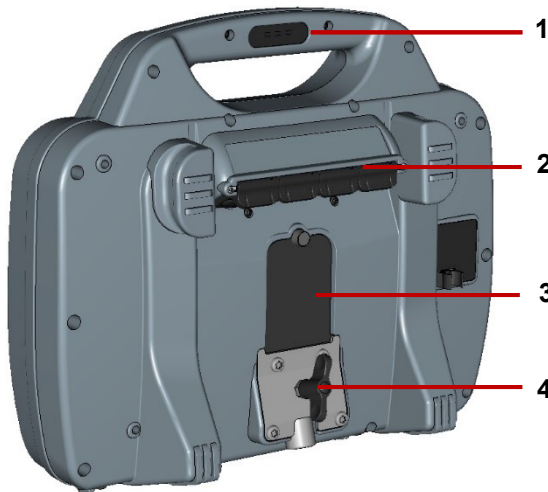

Abb. 3-2: Steuergerät, Rückansicht
- Halten Sie die Steckdose stets sauber und trocken. Halten Sie das Hauptanschlussfeld geschlossen, wenn das Steuergerät nicht in Gebrauch ist. Siehe Abb. 3-2.